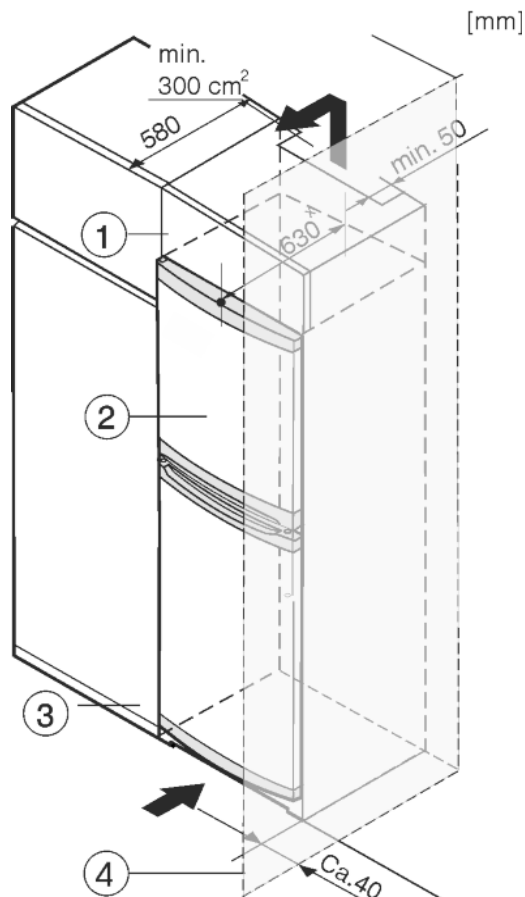

Fig. 8
- (1) Rátétszekrény (3) Konyhaszekrény
(2) Berendezés (4) Fal
A készüléket körbe lehet építeni konyhaszekrényekkel. Rá lehet szerelni egy rátétszekrényt Fig. 8 (1), hogy a készüléket Fig. 8 (2) a konyhabútorok magasságához igazítsa.
Ha a berendezést (max. 580 mm mélységű) konyhaszekrényekkel építi körül, akkor közvetlenül a konyhaszekrény Fig. 8 (3) mellett is felállíthatja. A készülék oldalirányban 34 mm x, a közepétől pedig 50 mm x távolságban nyúlik túl a konyhaszekrény előlapjához képest.
Mikor a berendezést a csuklópántokkal egy fal Fig. 8 (4) mellett állítja fel, akkor a berendezés és a fal közti távolság legalább 40 mm legyen. Ez nyitott ajtó esetén megfelel a fogantyú túlnyúlásának.